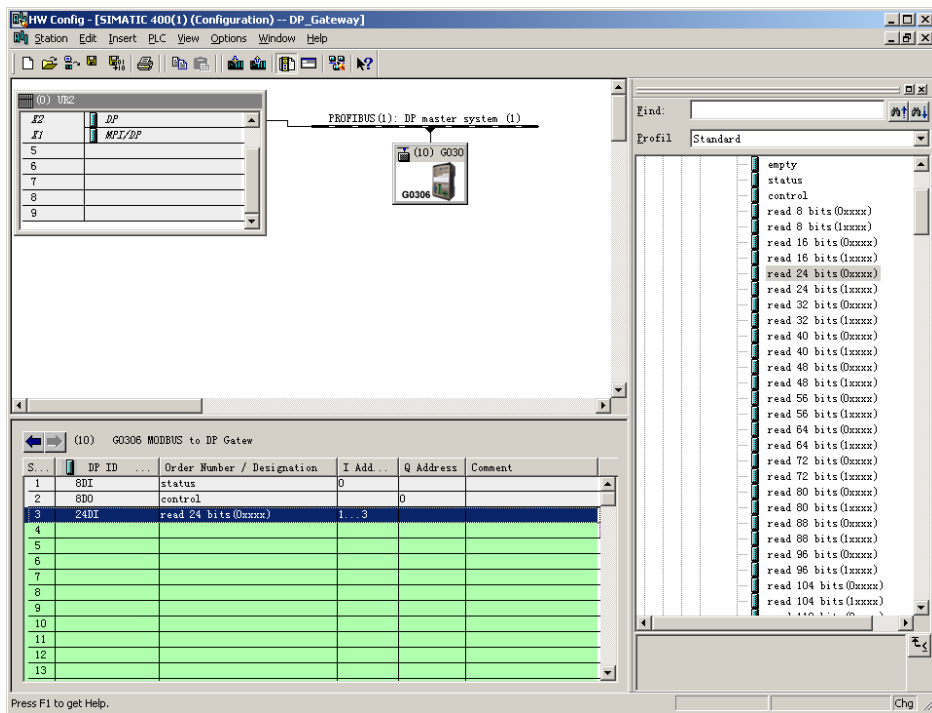

图 16 添加“read 24 bits(0xxxx)”模块
a) 添加“read 24 bits(0xxxx)”模块，如图 16 所示：